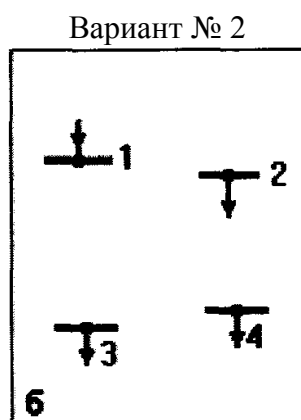

Рисунок 3.1 - Схема расположения узлов источников питания и нагрузок
3.1. Объект проектирования: электроэнергетическая система (рисунок 3.1).
Расположение узлов источников питания электроэнергией и нагрузок потребителей показано на карте-схеме сети электроэнергетической системы (рисунок 3.1). Климатические условия электроэнергетической системы даны в таблице 3.1. Электроэнергетическая характеристика потребителей электроэнергии представлена в таблице 3.2.